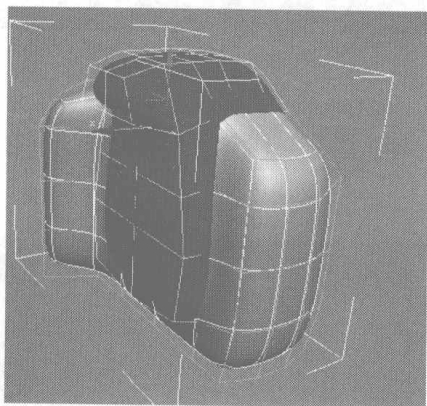
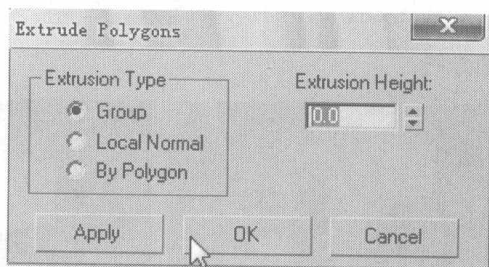

图 6.35
图 6.36
- 24** 切换为面编辑，选择如图 6.35 所示的面，在 Edit Polygons 卷展栏中单击 **Extrude** 右侧的小按钮，在弹出的对话框中设置挤压参数，如图 6.36 所示。